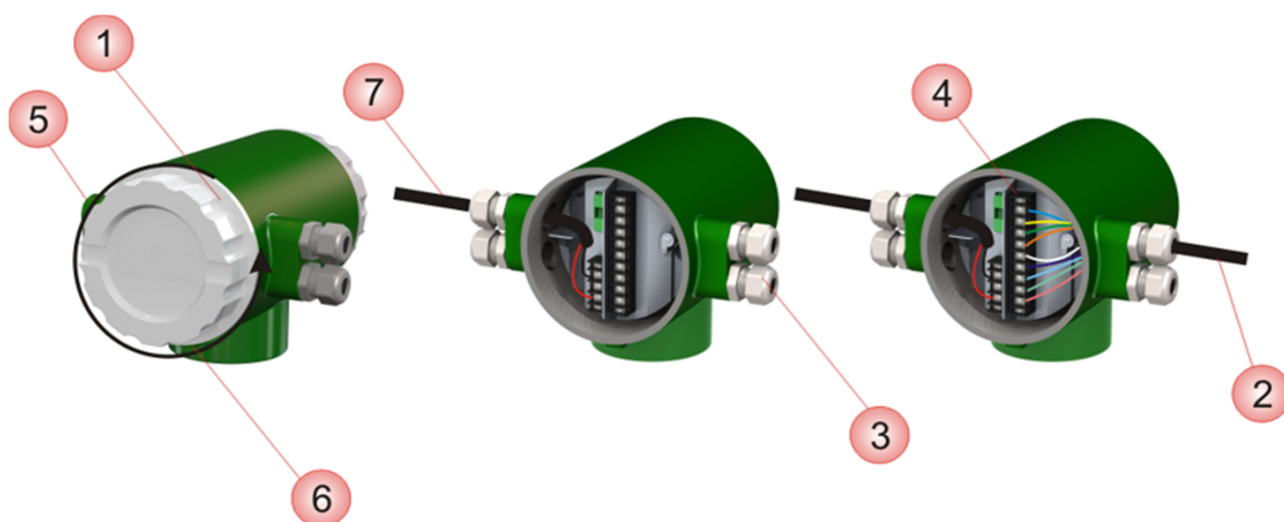

Рисунок 2.7 – Подключение электронного преобразователя
2.4.1 Общие правила Выполнение электрических подключений производится в следующей последовательности (см. **рисунок 2.7**):
- открутить крышку (1) корпуса электронного преобразователя со стороны, противоположной индикатору;
- провести кабель с сигнальными проводами (2) и кабель питания (7) через кабельные вводы (3);
- ослабить винты клеммной колодки (4);
- при необходимости установить заглушку (5) вместо неиспользуемого кабельного ввода;
- подключить заземляющий проводник к клемме заземления (6);